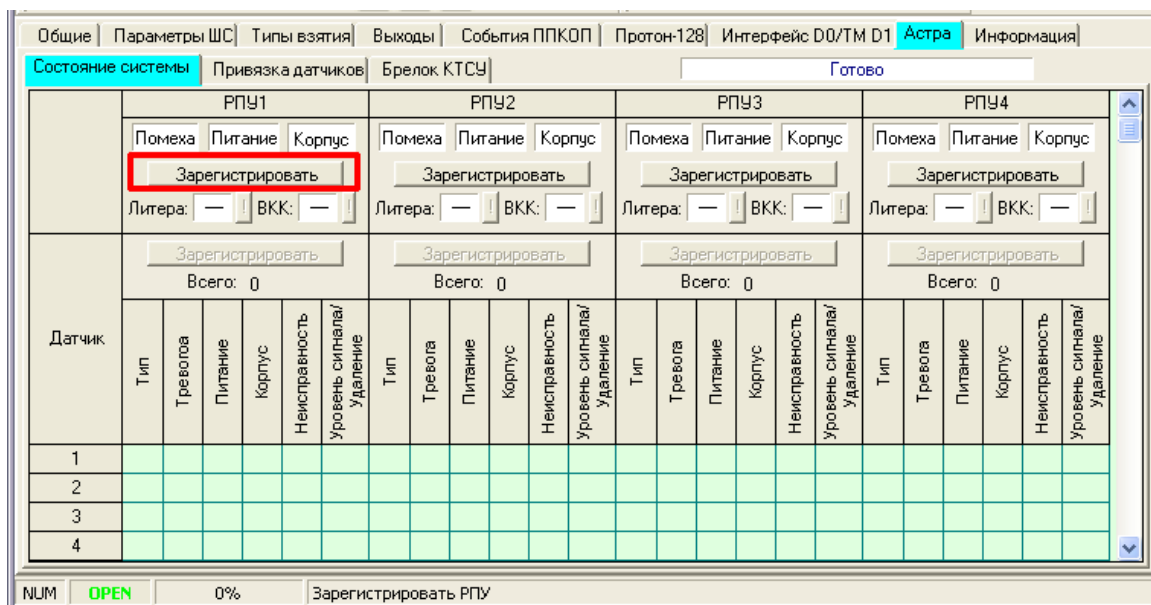

Рисунок 3.12
3) Зарегистрировать РПУ. С использованием Программатора зайти на вкладку «Астра. Состояние системы» (рис. 3.12). Регистрация РПУ производится нажатием кнопки «Зарегистрировать» (РПУ). РПУ, подключенный к устройству, будет зарегистрирован. При необходимости изменить литеру и время контроля канала (ВКК) (рис. 3.12).